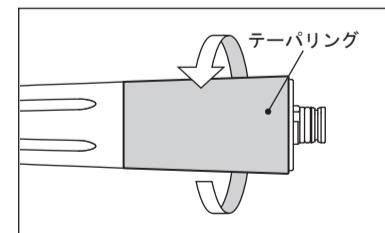

図10
- 1) テーパーリングを図10の方向に回して緩めて取り外します。